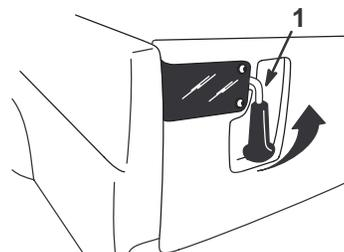

Bild 22
1. Heben Sie die Riegelgriffe an, um die Riegel der hinteren Bordwand zu öffnen (Bild 22). Diese schnappen dann in Richtung der Mitte der hinteren Bordwand aus. Senken Sie die Bordwand langsam ab.